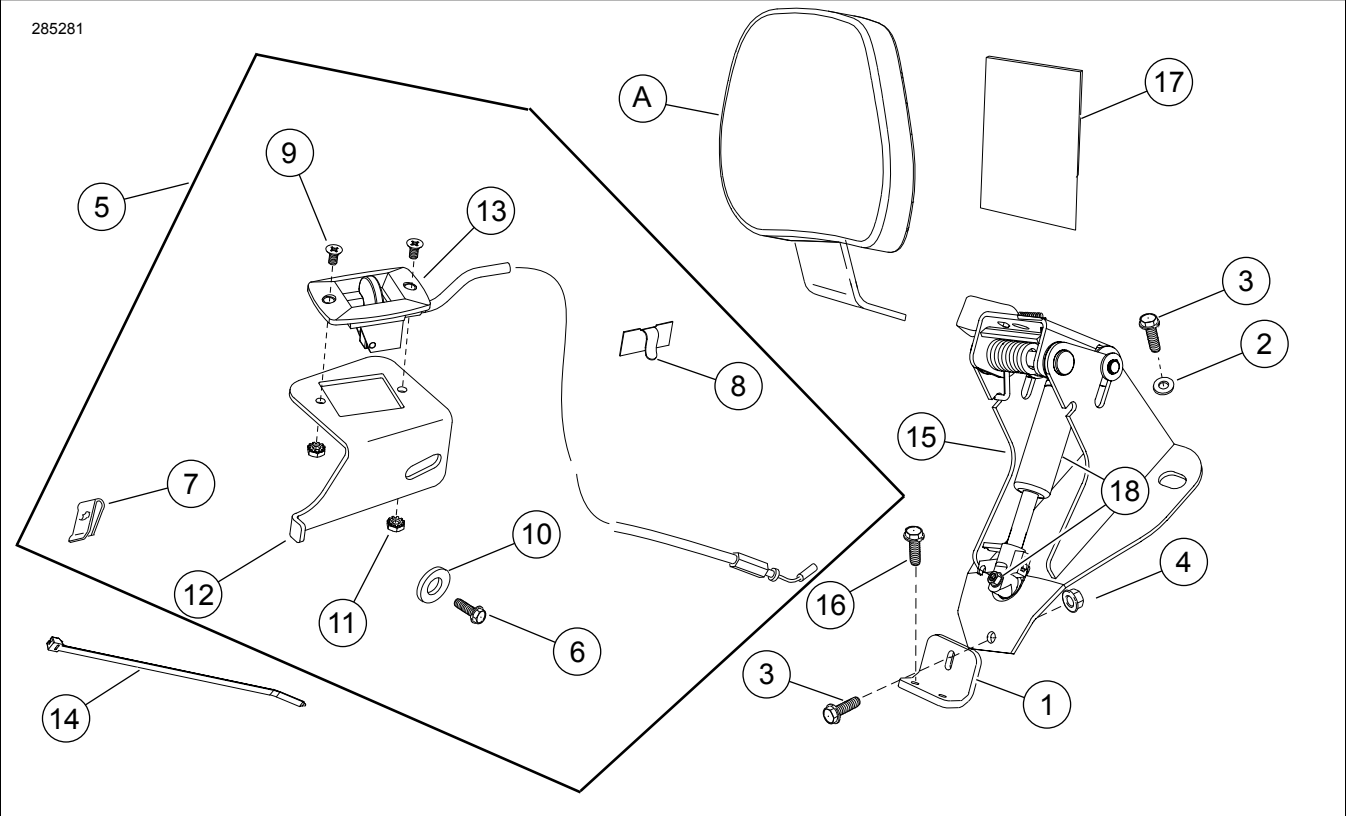

Figura 9. Parti di ricambio: Kit bulloneria di montaggio schienale del pilota regolabile FL
Vedere Figura 9 e Tabella 1 .
7. Vedere la figura 9. Usando le viti (9) e i dadi bloccanti (11), montare la maniglia dell'attuatore corredata di cavo (13) alla relativa staffa (12).
11. Vedere la figura 9. Prendere il fermo con retro adesivo (8) dal kit. Usando dell'alcool isopropilico, pulire l'area piatta della staffa della maniglia di regolazione, all'incirca nel punto in cui il fermaviti della candela è stato rimosso. Attaccare il fermo alla staffa e far passare il cavo della candela e il tubo dell'evaporatore (se in dotazione) dentro il fermo. Ripiegare il fermo per catturare saldamente il filo e/o la tubazione.
4. Vedere la figura 9. Prendere il parasella (17).